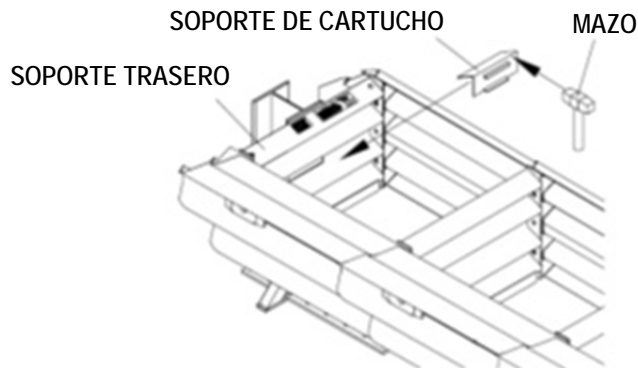

Figura 73
- c. Después, con un mazo y el panel Quad-Beam™ sobre el soporte trasero como un yunque, enderece la abrazadera de soporte de cartucho nuevamente a una forma de 90° (VER la Figura 73).